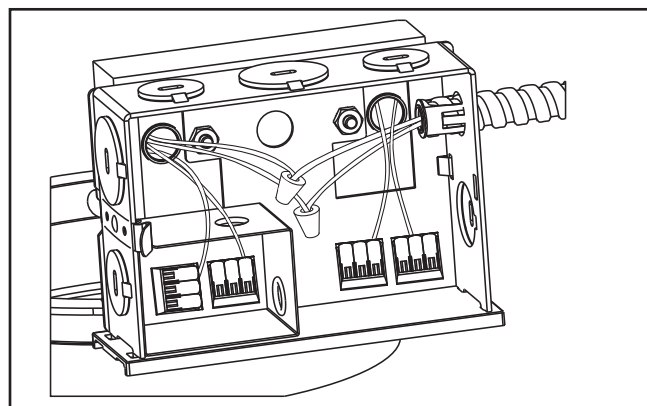

Figura 14
2. Extraiga una de las cubiertas de la caja de empalmes. Conecte los cables conductores de suministro a los cables conductores de la reactancia según el diagrama de cableado, y los códigos eléctricos locales o el Código Eléctrico Nacional (Figura 14.).
3. Retire la cubierta de la caja de empalmes (Figura 14.).